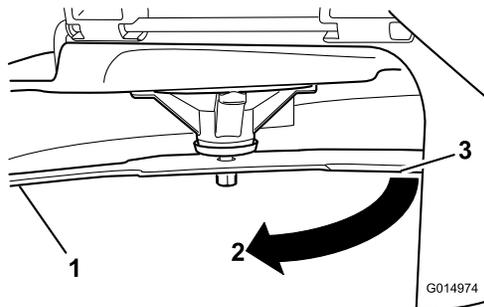

Figura 52
3. Segunda distancia medida entre cuchilla y superficie (B)
4. Gire la misma cuchilla 180 grados de manera que el otro extremo esté en la misma posición (**Figura 52**).